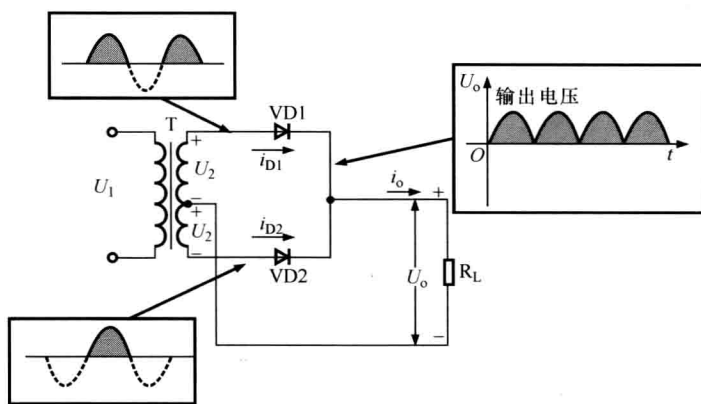
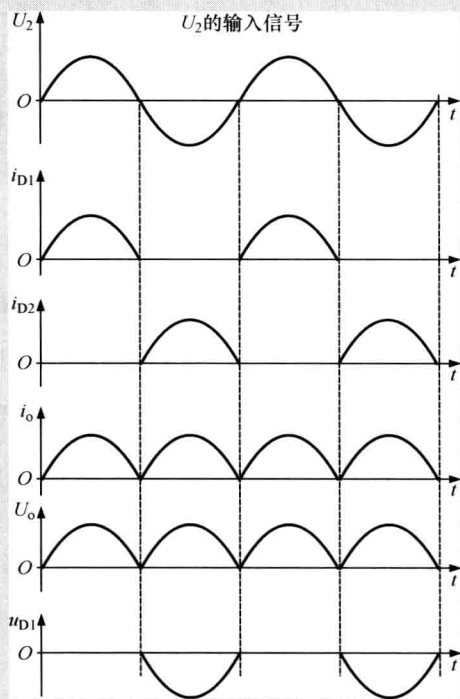

图 1-8 单相全波整流电路
图1-9 全波整流电路波形
② 单相全波整流电路。图 1-8 所示为单相全波整流电路。
图1-8所示的电路是具有纯电阻负载的全波整流原理电路。图中变压器T的二次电压大小相等，方向如图中所示。当 U_2 的极性为上正下负（即正半周）时，VD1导通，VD2截止， i_{D1} 流过 R_L ，在负载上得到的输出电压极性为上正下负；为负半周时， U_2 的极性与图示相反。此时VD1截止，VD2导通。由图可以看出， i_{D2} 流过 R_L 时产生的电压极性与正半周时相同，因此在负载 R_L 上便得到一个单方向的脉冲电压。图1-9显示出了全波整流电路各主要电流、电压波形，可见，负载上得到的电流、电压的脉动频率为电源频率的两倍，其直流成分也是半波整流时直流成分的两倍，即
图 1-11a 所示为典型桥式整流电路。整流过程中，四个二极管两两轮流导通，正负半周内都有电流流过 R_L 。例如，当 u_2 为正半周时（如图 1-11a 中所示极性），二极管 VD1 和 VD3 因加正向电压而导通，VD2 和 VD4 因加反向电压而截止，电流 i_1 （如图 1-11a 中实线所示）从变压器正端出发流经二极管 VD1、负载电阻 R_L 和二极管 VD3，最后流入变压器负端，并在负载 R_L 上产生电压降；反之，当 u_2 为负半周时，二极管 VD2、VD4 因加正向电压导通，而二极管 VD1 和 VD3 因加反向电压而截止，电流 i_2 （如图 1-11a 中虚线所示）流经 VD2、 R_L 和 VD4，并同样在 R_L 上产生电压降。由于 i_1 和 i_2 流过 R_L 的电流方向是一致的，所以 R_L 上的电压 u_o 为两者的和。桥式整流电路的几种主要波形与图 1-9 所示波形基本一样，因而其输出直流电压同样为 $U_o = 0.9 U_2$ 。而二极管反向峰值电压是全波整流电路的一半，即 $U_{RM} = 2\sqrt{2}U_2$ 。